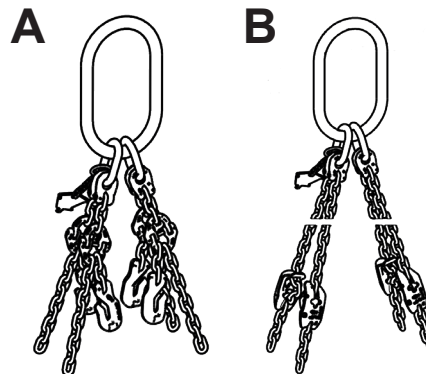

Abb. 3: Zugelassene Verkürzungsmöglichkeiten
- verkürzt mit VIP Verkürzungshaken (A - Abb. 3) RUD Art.-Nr.: 8600211)
- verkürzt mit VIP Multi-Verkürzungsklaue (B - Abb. 3) RUD Art.-Nr.: 8600211)